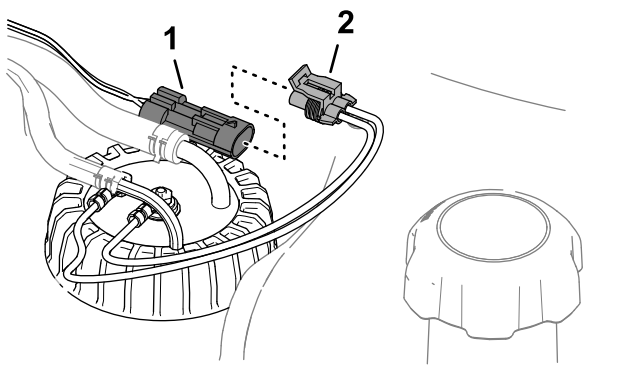

Figura 130
6. Conectați conectorul fasciculului de cabluri al transmițătorului pentru combustibil la conectorul fasciculului de cabluri al mainii (Figura 130).